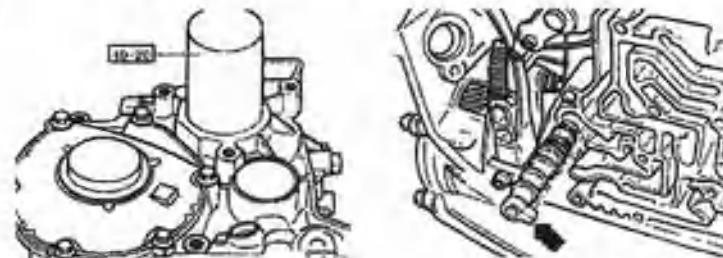

图4.56 行星齿轮机构（二）
② 拆下油底壳、ATF滤网和阀体；取出BI的密封塞（如图4.56箭头所示）。
(5) 用工具 40-20 将盖板压入变速箱壳体；将带 O 形圈的密封塞装入，凸缘 (箭头所指) 坐落在油槽内。如图 4.56 所示。